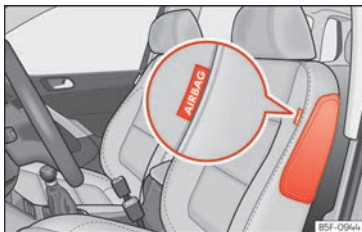
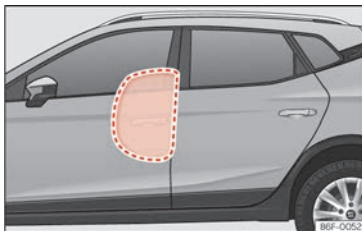

Abb. 29 Seitenairbag im Fahrersitz
Abb. 30 Komplette aufgeblasener Seitenairbag auf der linken Fahrzeugseite.
Die Seitenairbags befinden sich in den Vordersitzlehnen »» (Abb. 29) , »» (Abb. 30).
• Stellen Sie sicher, dass Kinder richtig in ihren Sitzen sitzen und ihren Kopf nicht in den Entfaltungsbereich der Seitenairbags halten »» (Abb. 30), da sie beim Auslösen der Airbags von diesen getroffen werden und schwere Verletzungen erleiden könnten.